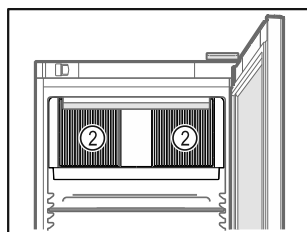

Fig. 59
- Ikke tildekk lufteåpningen Fig. 59 (2) til omluftviften inne i apparatet.